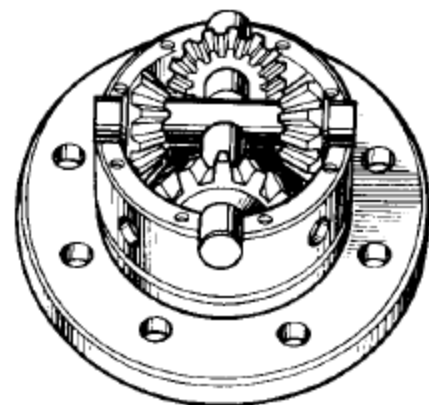

Рис.7 Установка разъёмной крестовины с сателлитами в левую коробку сателлитов
5. Установите разъемную крестовину (рис. 7) с сателлитами в левую коробку сателлитов.